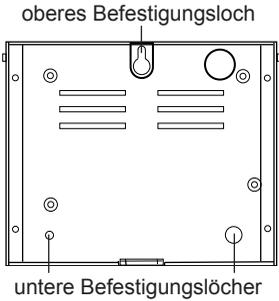
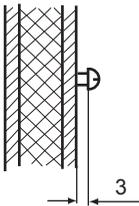

Abb. 9
Abb. 10
2. In das obere mittlere Loch (Abb. 9) drehen Sie eine der Holzschrauben. An dieser Schraube wird das Steuergerät eingehängt. Lassen Sie zu diesem Zweck die Schraube ca. 3 mm herausstehen (Abb. 10).
Schrauben Sie das Gehäuseunterteil in den beiden unteren Bohrungen (Abb. 9) fest an die Kabinenwand